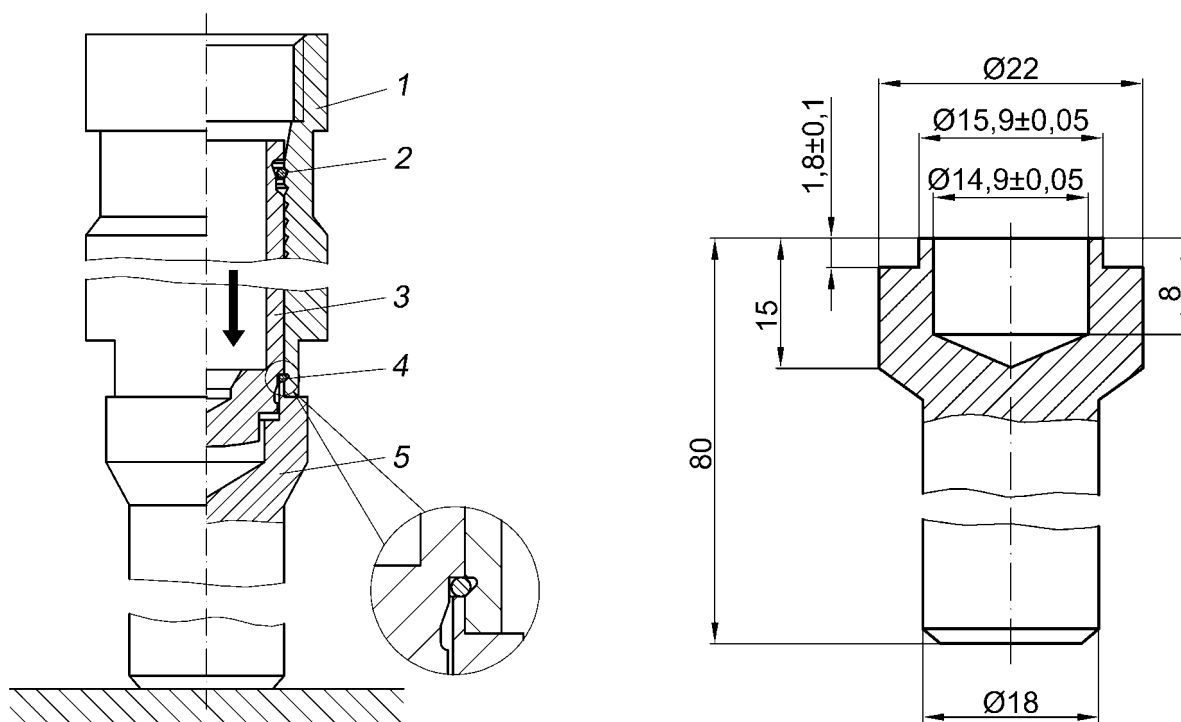

Рис. 131. «Зарядка» гидронатяжителя с помощью оправки:
- на закрепленную вертикально оправку 5 (рис. 131) установить корпус 1 гидронатяжителя;